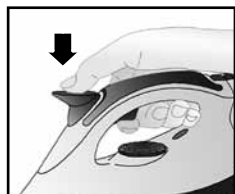
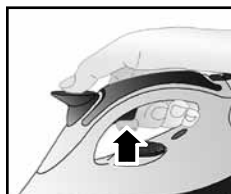

Fig. 10
Fig. 11
Den Dampfregler (C) auf Max. stellen. Abwarten, dass die Kontrolllampe Dampfbereitschaft (D) leuchtet. Die Bügeltemperatur am Bügeleisen-Temperaturregler (G) auf Max. einstellen. Abwarten, bis sich die Kontrolllampe (H) des Bügeleisens erlischt. Wenn die Temperatur erreicht wird, die Dauerdampftaste (E) drücken (Fig. 10). Die Taste bleibt blockiert und sorgt damit für die Abgabe eines kontinuierlichen und konstanten Dampfstrahls. Zum Entriegeln der Taste (E) und zum Unterbrechen des Dauerdampfstrahls die Dampftaste (F) unter dem Griff drücken (Fig. 11).